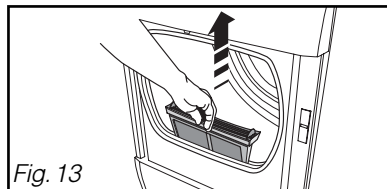

Fig. 13
- Enlevez-le de son logement en tirant de bas en haut (Fig. 13)